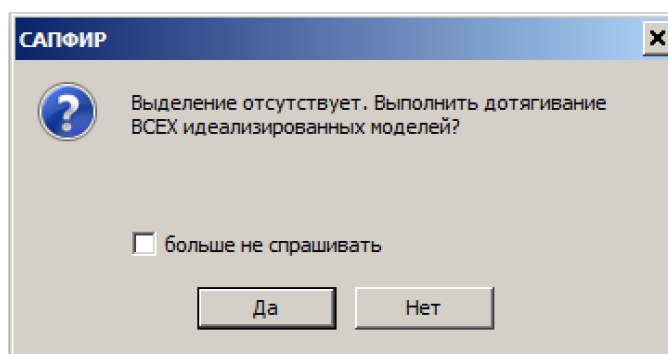

Рис.23.25. Диалоговое окно САПФИР
- В открывшемся диалоговом окне **САПФИР** (рис.23.25) щелкните по кнопке **Да**.